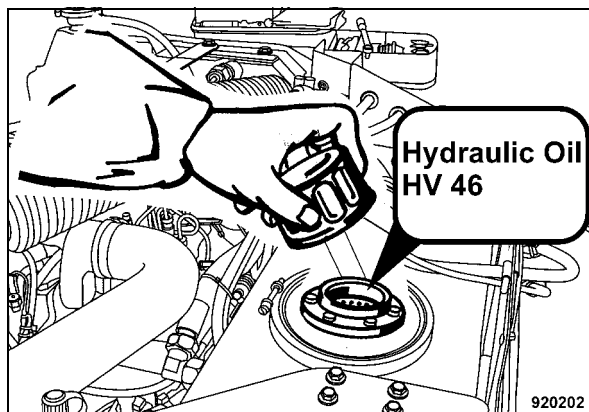

Fig. 129
- Immettere nuovo olio idraulico (Fig. 129).